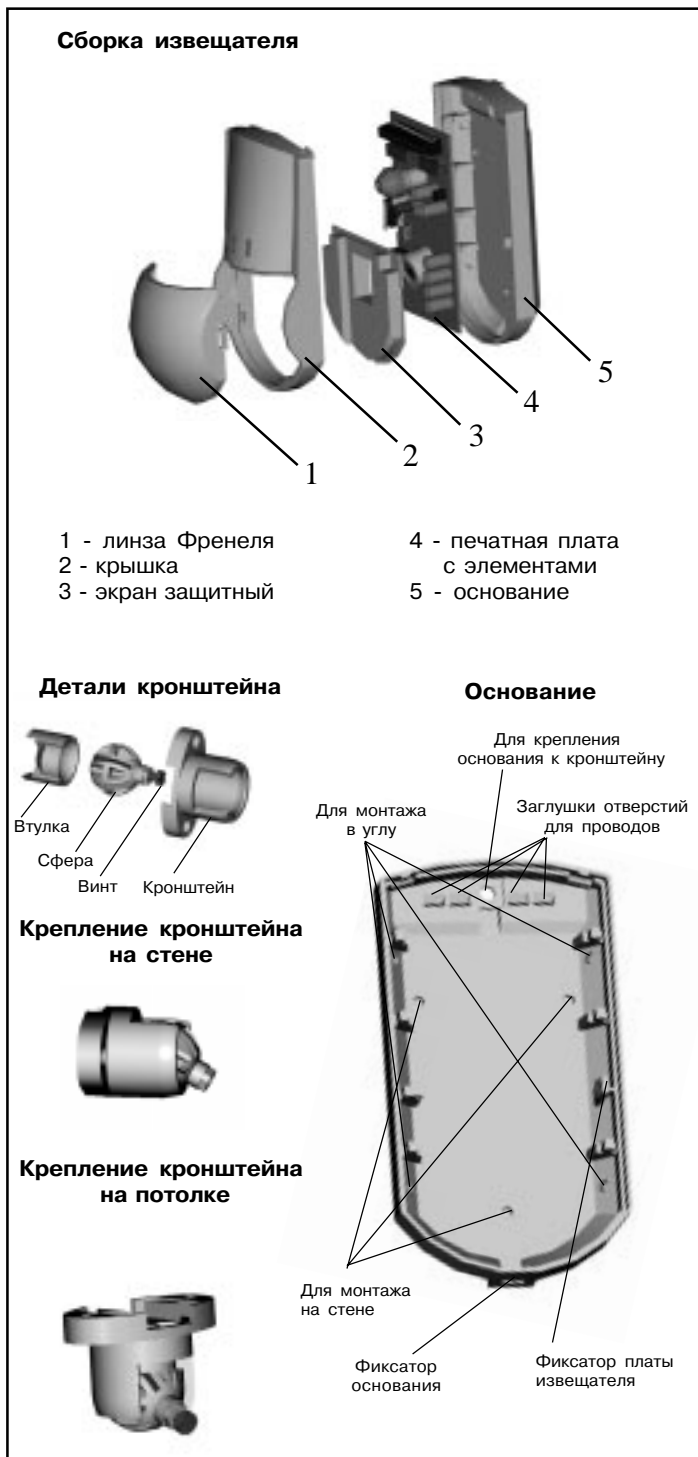

Рис. 4 Состав извещателя
- снимите крышку извещателя, отжав при помощи отвертки фиксатор, расположенный в нижней части основания извещателя (рис.4);
- снимите плату, отжав фиксатор платы извещателя (рис.4);
- просверлите в основании извещателя отверстия, которые будут использоваться для прокладки проводов и крепления извещателя (рис.4), при использовании кронштейна - отверстия только для прокладки проводов;
- при креплении на кронштейне выверните винт из сферы, совместите квадратный выступ сферы с соответствующим пазом в верхней части основания извещателя (рис.4), вставьте винт в отверстие в верхней части основания и затяните винт таким образом, чтобы основание было устойчиво закреплено на кронштейне;